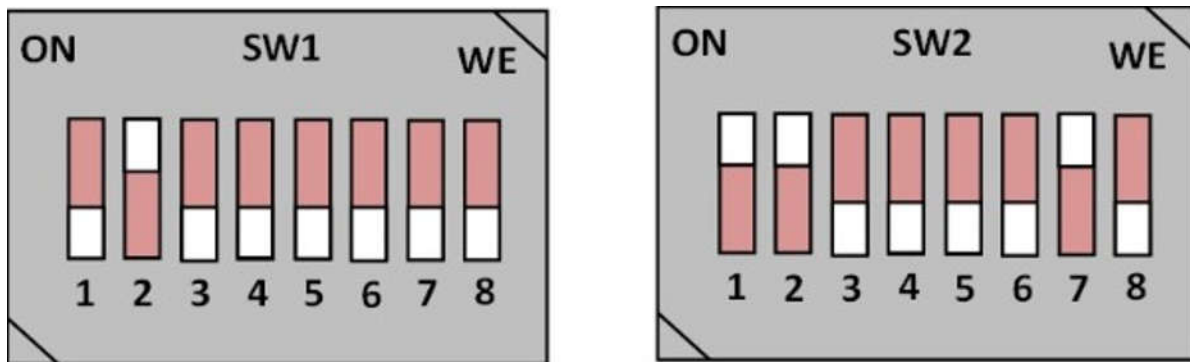

図 2-4. ブートモードの例 (MMCSD ブート)
1. EVM ブートスイッチ セレクタ (SW1、SW2) を選択したブート モードに設定します。図 2-4 に、SD カードのブートモードの例を示します。